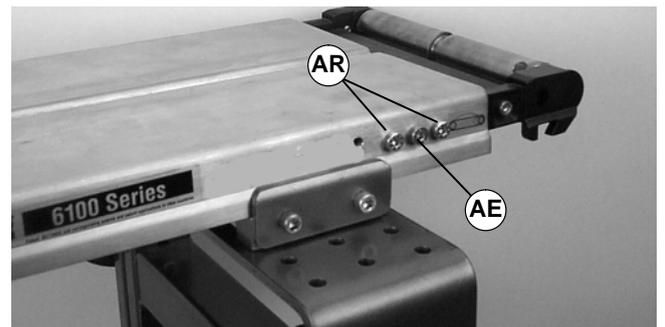

Abbildung 31
1. Die Schraube entfernen (AE siehe Abbildung 31).